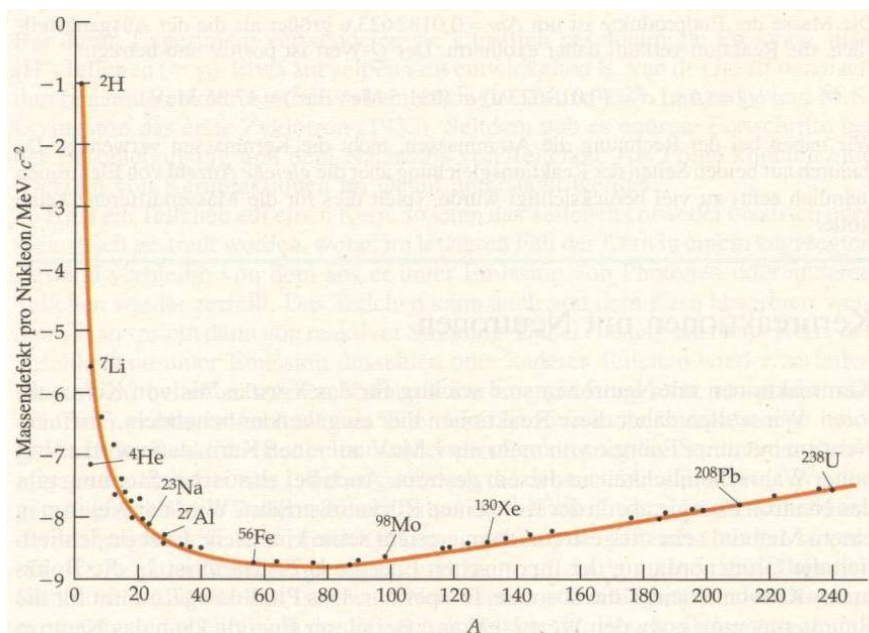

Abb. 19 Diagramm Bindungsenergie⁴³
2. Aus der Abb. 19 Diagramm Bindungsenergie kann man nun die Bindungsenergie herauslesen. Bei einer Massenzahl von 236 ergibt dies 7.6 MeV pro Nukleon. Die gesamte Bindungsenergie eines 236 Nuklids beträgt somit 1793.6 MeV.